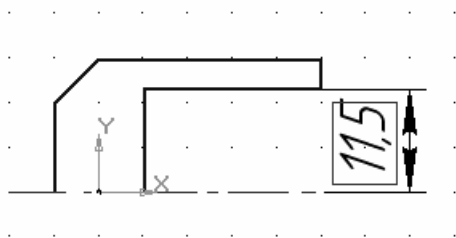

Рис. 1.6. Эскиз модели для операции *Вращения*
4. Постройте эскиз, изображённый на рис. 1.6. Неуказанные размеры определите самостоятельно, зная, что размер сетки равен 5мм x 5мм. Построение осевой линии обязательно! Стилль линии — **Осевая**.